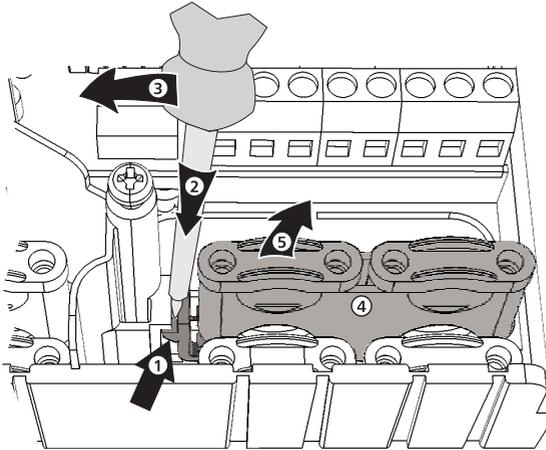

Abb. 5: Rechte Kunststoffbrücke entfernen
1. Schraubendreher an der rechten Kunststoffbrücke zwischen Gehäuse und Federklemme ① ansetzen ② (Abb. 5).
2. Schraubendreher vorsichtig nach links drücken ③. Dabei die Federklemme ① nach rechts hebeln, bis die Kunststoffbrücke ④ frei ist.
3. Kunststoffbrücke mit der freien Hand nach oben herausziehen ⑤.